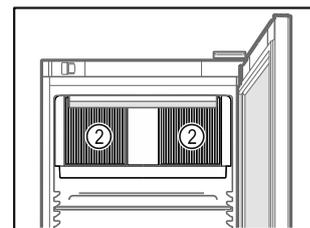

Fig. 40
- Lüftungsschlitze *Fig. 40 (2)* des Umluftgebläses im Innenraum freihalten.